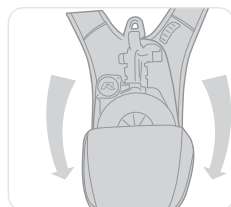

Figura 5
- Deschideți rucsacul care conține dispozitivul de coborâre (figura 5).